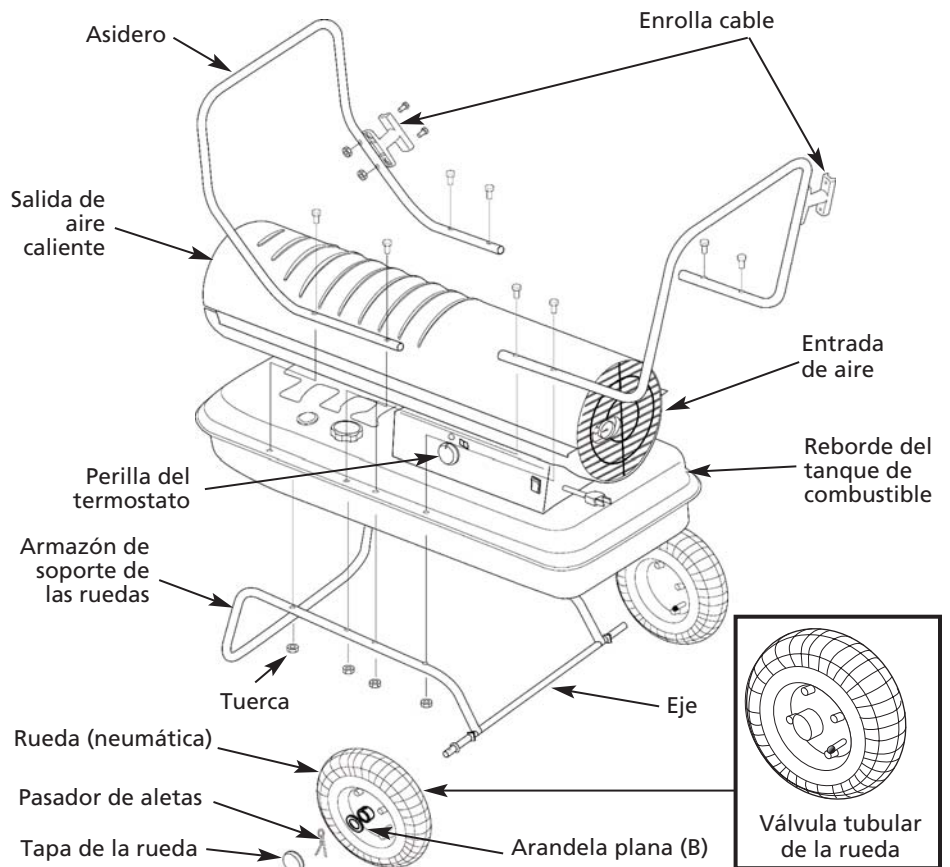

Figura 8 – Montaje de los Modelos 3VE50B, 3VE51B y 3VE52B
1. Deslice el eje a través del armazón de soporte de las ruedas. Instale las ruedas en el eje, con el cubo extendido de las ruedas orientado hacia el armazón de soporte de las ruedas (consulte la Figura 8).
4. Coloque el asidero encima del reborde del tanque de combustible. Inserte los tornillos a través de los asideros, el reborde del tanque de combustible y el armazón de soporte de las ruedas como se muestra en la Figura 8, e instale las tuercas, apretando éstas con los dedos, después de insertar cada tornillo.